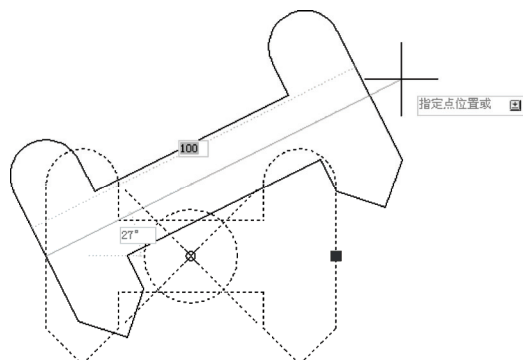

图 9-15 测试极轴拉伸动态块
4) 单击“保存块”按钮进行保存, 单击“测试块”按钮进入“测试块”窗口, 单击右边竖直线段的中点进行拖动, 就会发现该块只能在角度为 $0^{\circ} \sim 90^{\circ}$, 距离在 80~100 的范围内进行拖动, 如图 9-15 所示。